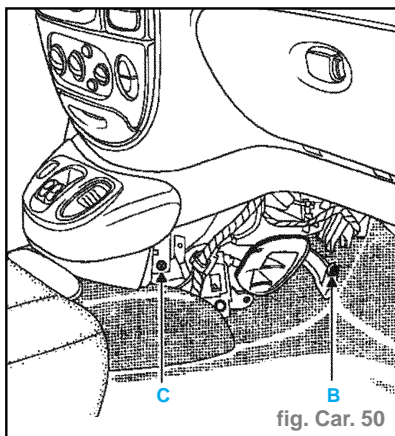

fig. Car. 50
- Dégager le pion (B) en faisant pivoter l'avant de l'ouïe vers le bas, puis la dégager de la façade en tirant vers l'avant (fig. Car. 50).